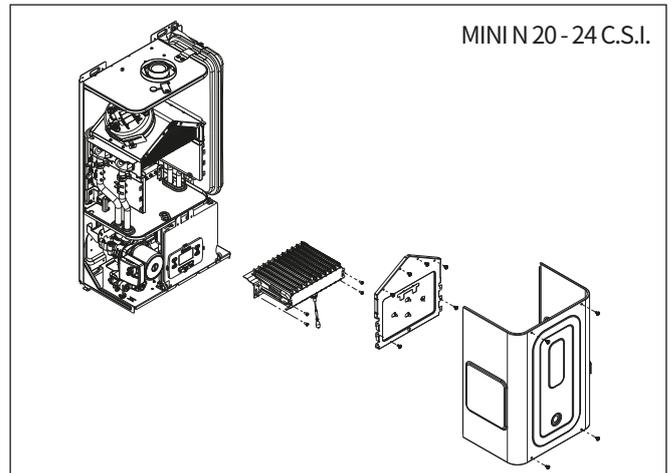

Fig. 18
- 松开燃烧器固定螺丝,取下燃烧器及点火线 (Fig.18);